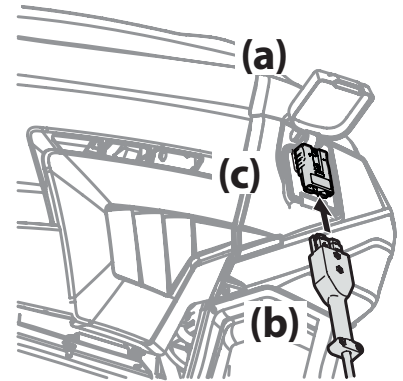
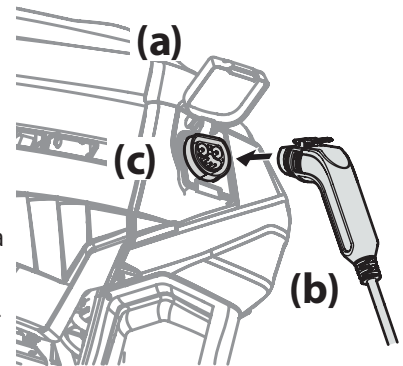

Figura 13
Figura 14
1. Levante la tapa del puerto de carga (a). Consulte la Figura 13 para el estilo 1 y la Figura 14 para el estilo 2.
2. Inserte el cable de carga (b) en el puerto de carga (c). Consulte la Figura 13 para el estilo 1 y la Figura 14 para el estilo 2.